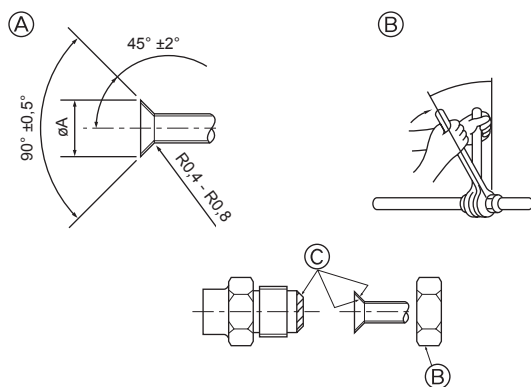

Fig. 3-2
3.2. Tubos de ligação (Fig. 3-2)